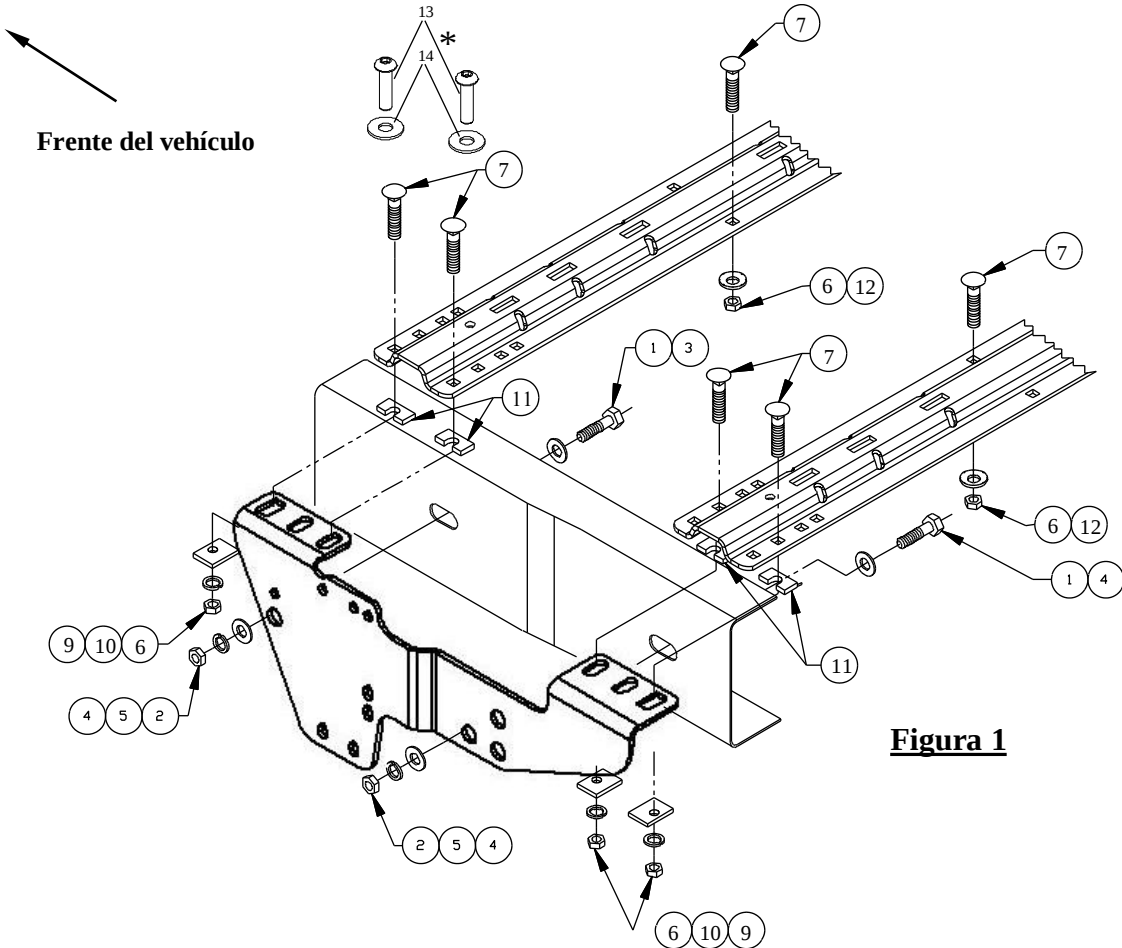

Figura 1
7. Una los soportes del bastidor a los largueros del bastidor del vehículo como se muestra en la Figura 1 (se incluyen espaciadores adicionales para llenar el espacio excesivo entre los soportes del bastidor y los largueros del bastidor del vehículo, use según se requiera en ciertos modelos). En vehículos pickup 2007 "Estilo de carrocería nueva" con control de frenos OE, consulte el paso de instalación 2 para reubicar el enchufe con el soporte angular. Use el perno 3/4" X 2.00 para instalar el soporte angular al interior del bastidor (ver Figura 2c). Para facilitar la instalación, algunos de los 1500 modelos con un marco cuadrado posiblemente necesiten partes alternativas solamente en los agujeros de montaje posterior.
6. Una los soportes del bastidor a los largueros del bastidor del vehículo como se muestra en la Figura 1.